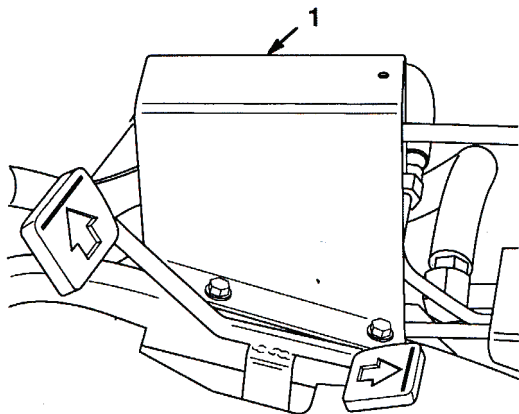

図45
1. スプールNo.1, No.2, No.3 をニュートラル位置（行程ニュートラル位置の時に上昇ペダルと芝刈りペダルの高さの中央）に置き、フット・パネルからトランスファ・ガードを取る（図45）。